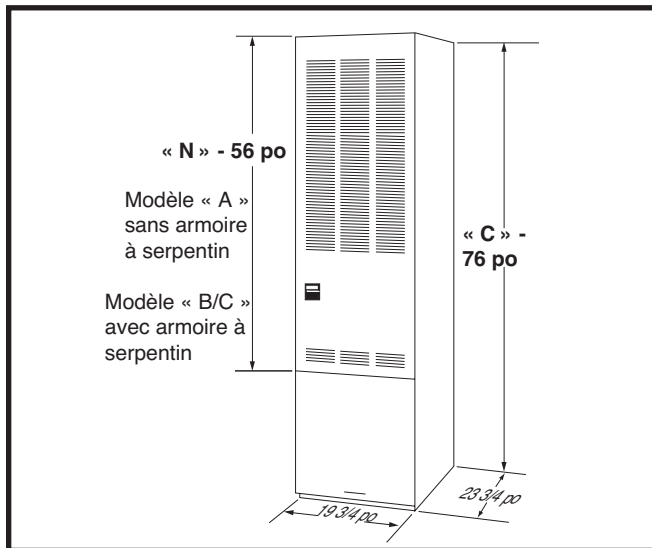

Figure 4. Dimensions totales
- Les dimensions de la pièce ou de l'alcôve doivent convenir à la taille complète de la fournaise et des dégagements stipulés dans le Tableau 1 et dans la Figure 4.